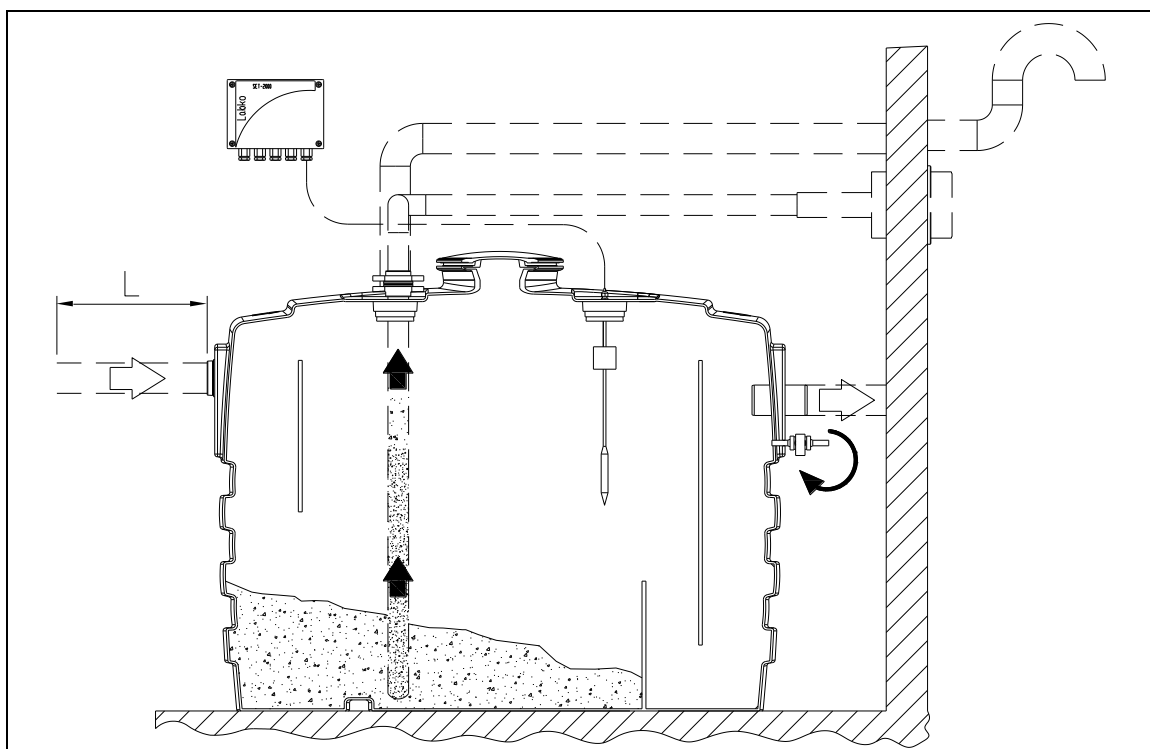

Рис. 5. Другое важное при монтаже
2. Присоедините входной и выходной патрубки \varnothing 110 к линии канализации. Внимание! длина трубы перед входным патрубком должна быть не менее десятикратного размера диаметра патрубка (Рис. 5).